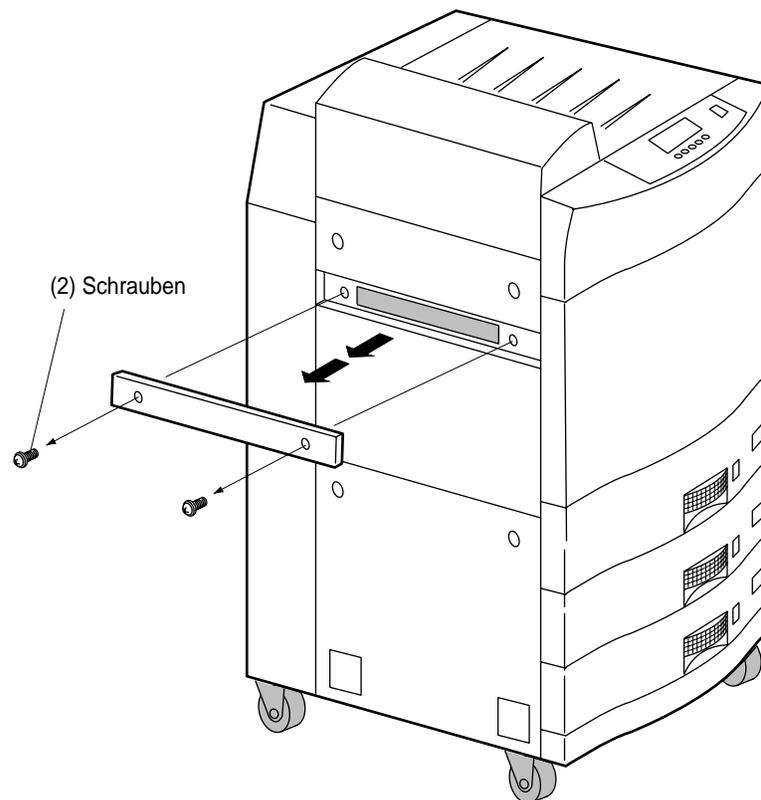

Abbildung 4-23 Obere Abdeckung abnehmen
2. Entfernen Sie die beiden Schrauben der oberen Abdeckung an der linken Seite des Druckers, und nehmen Sie die Abdeckung ab (siehe Abbildung 4-23).